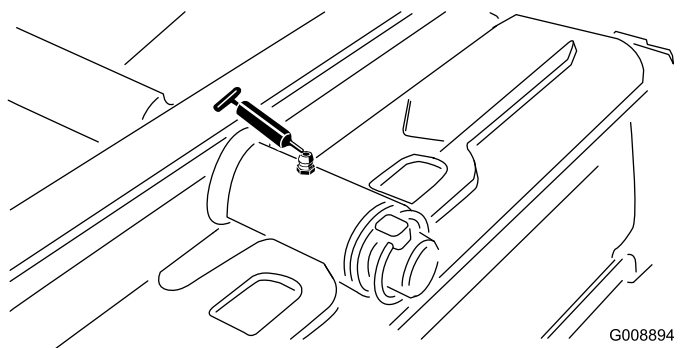

Рисунок 32
- Шарнир заднего режущего блока (Рисунок 32)